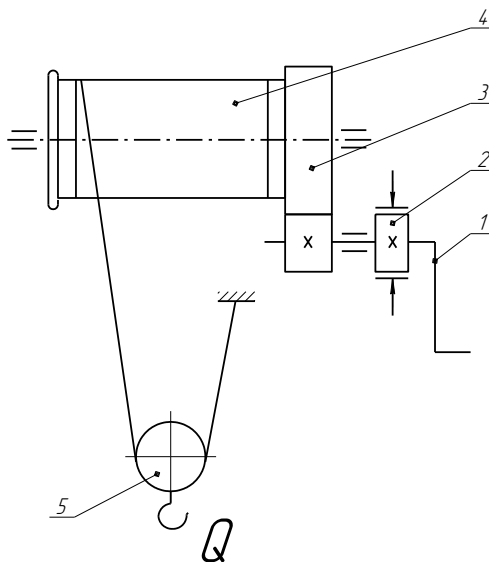

Рисунок 3.2.1 – Схема механизма подъема с ручным приводом
3.2.1 Приводится схема механизма подъема груза с ручным приводом (рисунок 3.2.1).